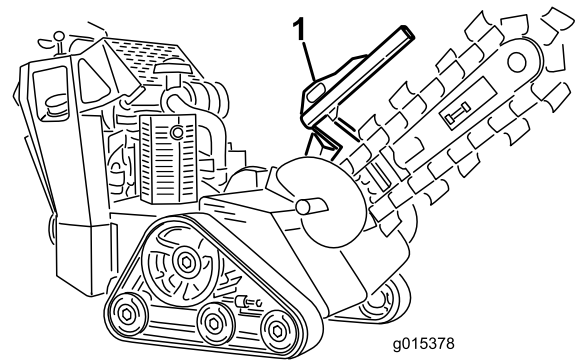
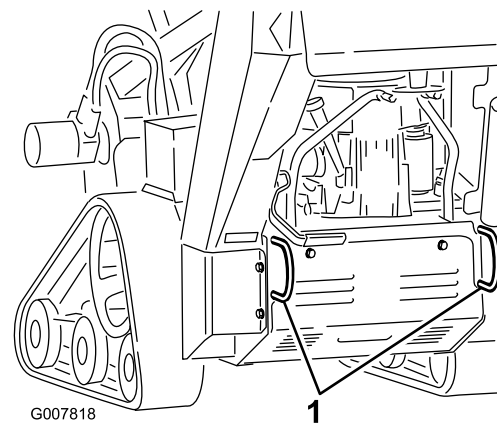

Bild 22
Bild 23
- Befestigen Sie Ketten oder Riemen an den Vergurtungsstellen bzw. Hebelaschen vorne und hinten an der Maschine, um die Maschine am Anhänger zu befestigen (Bild 22 and Bild 23). Halten Sie die örtlichen Vorschriften für Anhänger und Vergurtung ein.
Sie können die Maschine mit den Vergurtungs- und Hebeschlaufen als Hebestellen hochheben (Bild 22 und Bild 23).